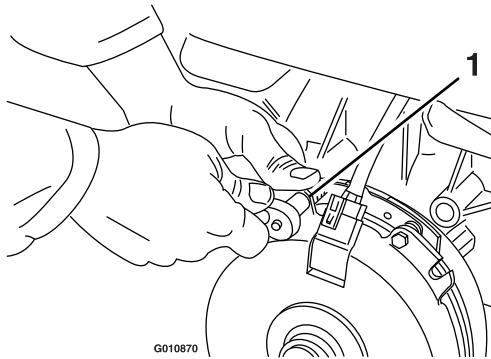

Figura 74
- A. Desaperte ambos os parafusos de montagem do travão meia a uma volta, como se mostra na Figura 74.